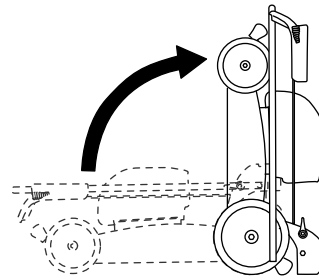

Figure 19
6. Levez l'avant de la machine par le guidon et amenez-la dans un lieu de remisage (Figure 19).